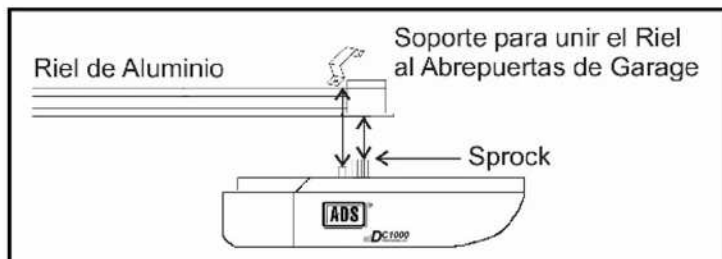
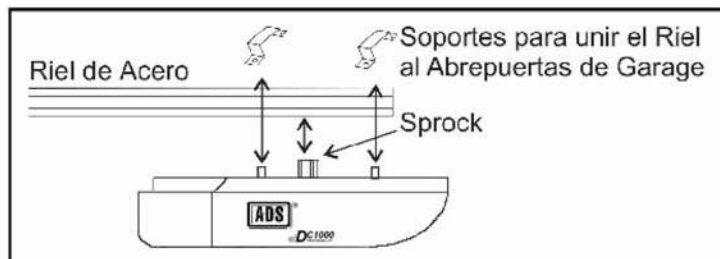

Fig.6
Fig.7
- Coloque el Riel sobre el Abrepuertas y asegúrese de insertar el engrane del Abrepuertas con el Sprock (Catarina) del Riel de Aluminio ó Acero. Después fije los Soportes, según sea el caso. (Fig.6 y Fig.7)